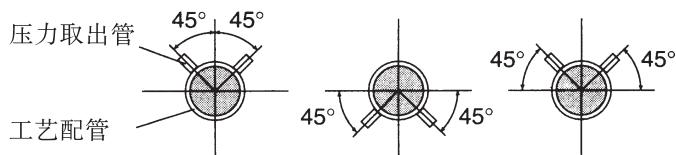

图 5.1.2 过程压力的引入角度(水平配管)
(1) 引压阀角度(图 5.1.2)
过程管道内的残液，煤气，或沉淀物等流入导压管内，是测量压力时产生误差的主要原因。要排除这些影响，必需按图 5.1.2 的角度安装引压阀。